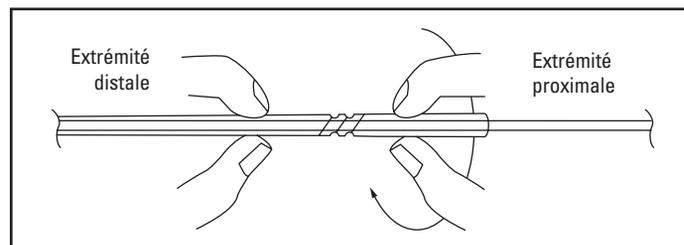

Figure 9. Verrouillage par rotation dans le sens horaire
- Verrouiller le système d'occlusion IDC en fibre Interlock - 35 en place en pinçant doucement la gaine d'introduction des deux côtés du mécanisme de verrou rotatif et en tournant le côté proximal dans le sens horaire (figure 9).